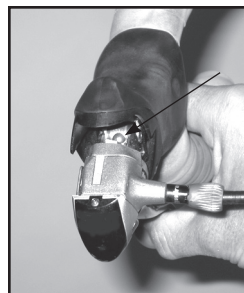

Figura 6: Extremo emplomado del cable de la maneta del freno
4. Asegúrese de que el extremo emplomado del cable está ajustado adecuadamente en la maneta del freno (Figura 6).